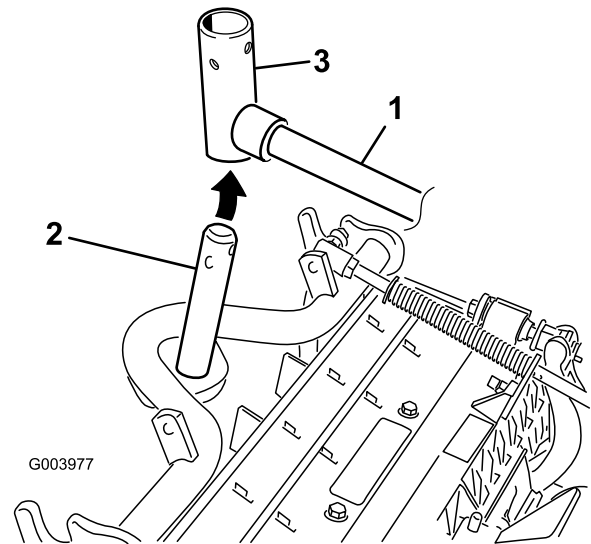

Bild 10
8. Frontschneideinheiten: Schieben Sie eine Schneideinheit unter den Hubarm und schieben Sie gleichzeitig die Trägerrahmenwelle in das Gelenkjoch des Hubarms (**Bild 10**).
- B. Setzen Sie das Hubarmjoch in die Trägerrahmenwelle ein (Bild 10).